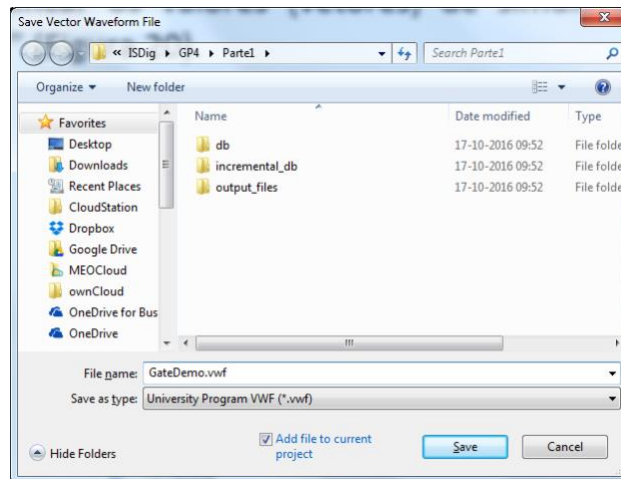

Figura 20 – Caixa de diálogo para gravação do ficheiro “GateDemo.vwf”.
**13.** Após especificar os valores (vetores) de simulação, grave o ficheiro com o nome “GateDemo.vwf” (Figura 20).